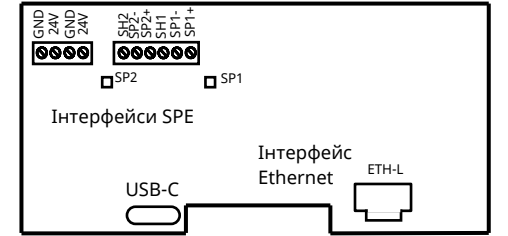

Рисунок 4.2 – Розташування інтерфейсів на платі P-IND
4.2 P-IND слід підключати відповідно до функціонального маркування клем на платі. Розташування клем показано на Рис. 4.2.
Для налаштування зв'язку з P-IND використовують меню третього рівня доступу ППКП. Детальні інструкції подані в настанові щодо експлуатування ППКП. Якщо зв'язок встановлено по обох інтерфейсах SPE, відповідні індикатори SP1, SP2 блимають (Рис. 4.2). Якщо зв'язку немає, індикатори світяться безперервно.